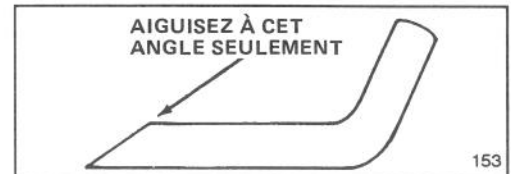

Figure 28
6. AIGUISAGE DE LA LAME — A l'aide d'une lime, aiguisiez le tranchant aux deux extrémités de la lame (Fig. 28). Le lame restera équilibrée si vous enlevez la même quantité de métal des deux extrémités de la lame.